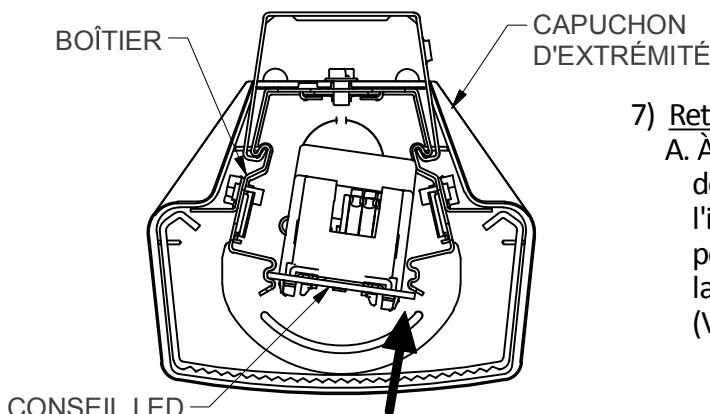

FIGURE 2: CONSEIL CARRIER
- 6) Fixer carte LED support en alignant les vis en pension LED support avec des encoches dans le logement . Puis carte de pivot transporteur jusqu'au côté opposé enclenche comme le montre la figure 2 .